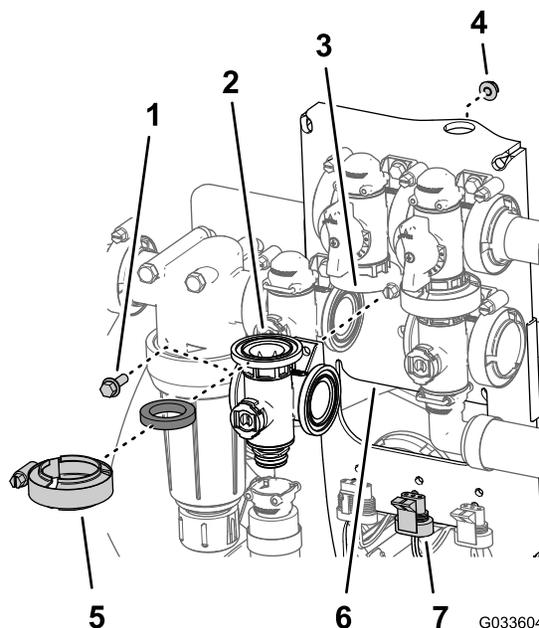

Рисунок 127
1. Совместите фланец коллектора клапана перемешивания, прокладку и фланец перепускного клапана перемешивания (Рисунок 127).
- Присоедините клапан перемешивания к креплению клапана с помощью болта с фланцевой головкой и фланцевой контргайки (Рисунок 127), снятых при выполнении пункта 3 в разделе Снятие коллекторного клапана перемешивания \(страница 89\), и затяните гайку и болт с моментом от 10 до 12 Н·м.